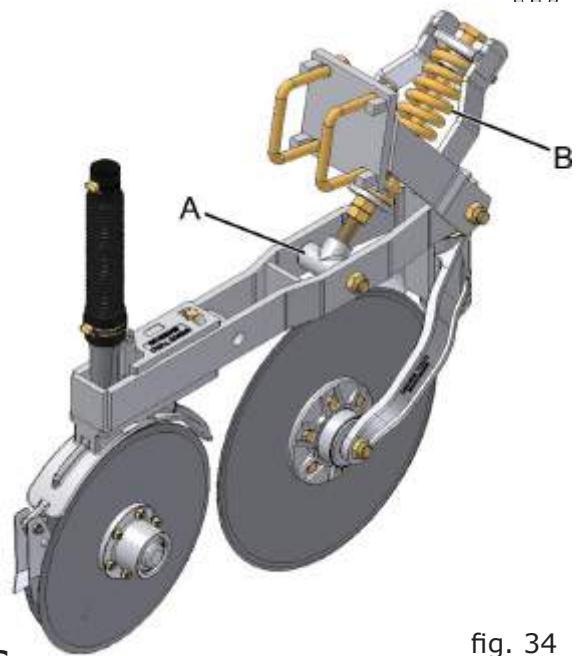

fig. 34
Para obter uma maior penetração e maior profundidade do fertilizante, suspenda a semeadora e desloque o guia (A) (fig. 34) da mola helicoidal (B).